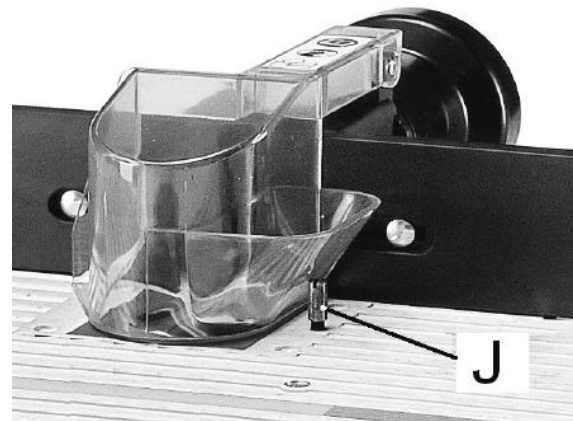
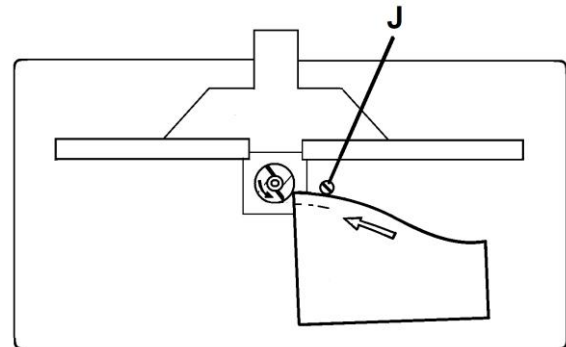

Fig 20
Fig 21
Fräsen geschweiften Konturen (Fig 20, Fig 21):
Montieren Sie den Anschlagstift (J, Fig 20) am Maschinentisch. Starten Sie die Bearbeitung indem Sie das Werkstück am Anschlagstift (J) entlang führen, bis es am Kugellager des Fräasers anliegt.